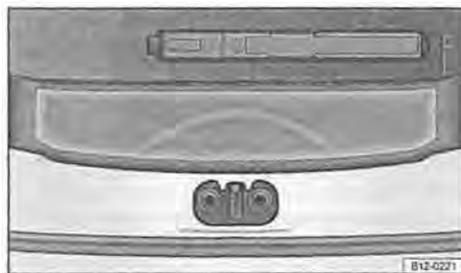

Fig. 84 Vano per la custodia del cavo di ricarica nel bagagliaio
– Riporre il cavo di ricarica sempre nell'apposito vano sotto il rivestimento del fondo → fig. 84.